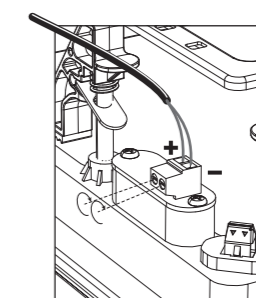

Fig. 7. Connecting Speaker Wires to the Frame
2. Leta upp skruvanslutningsdonet på ramens baksida (bild 7). Anslutningens polaritet är markerad enligt bilden.